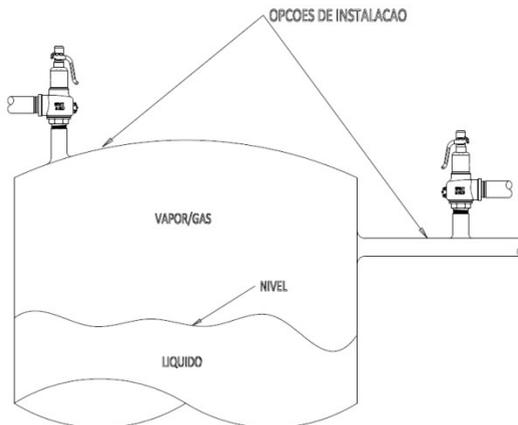

Figura 02
- Após a instalação inspecione a válvula verificando se todos os componentes de ajuste encontram-se devidamente travados e lacrados conforme exigência do código ASME Seção VIII UG136 (a)(7) e Norma NR-13.
- Válvulas de Segurança utilizadas em serviços com gases ou vapores, devem ser instaladas no vaso, na área de vapor/gás acima do nível de qualquer líquido contido, ou na tubulação conectada à esta área do vaso a ser protegido. (código ASME Seção VIII, UG135(a)) (Figura 02).